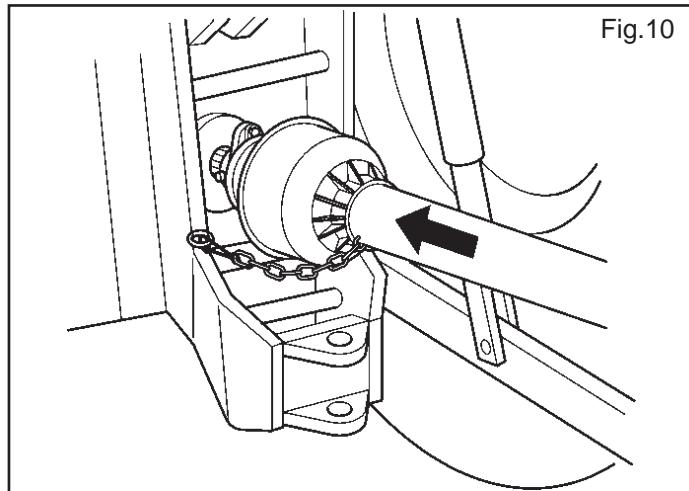

Fig.10
- 5) Conecte correctamente los tubos hidráulicos a los distribuidores del tractor, siguiendo las indicaciones presentes en cada tubo (Fig.10).
- 6) Engranar el árbol cardán y cerciorarse que se encuentre perfectamente bloqueado en la toma de fuerza (Fig.10). Verificar que la protección gire libremente y sujetarla con la correspondiente cadena.